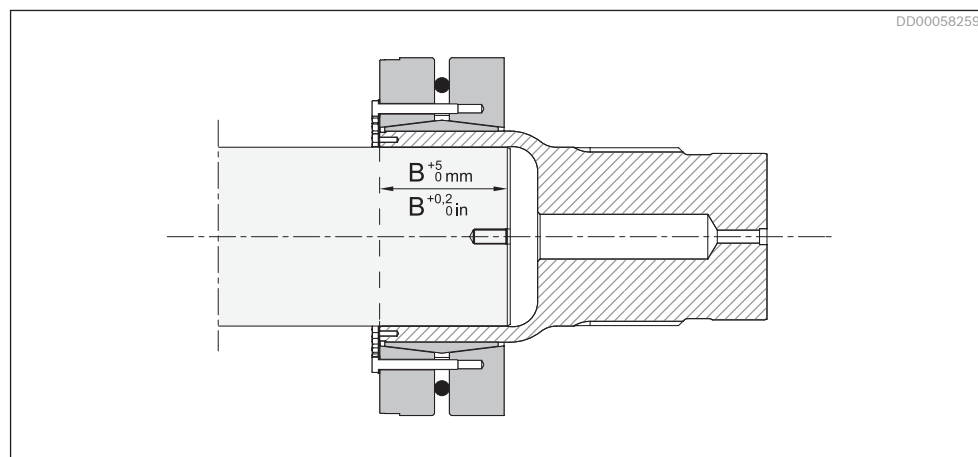
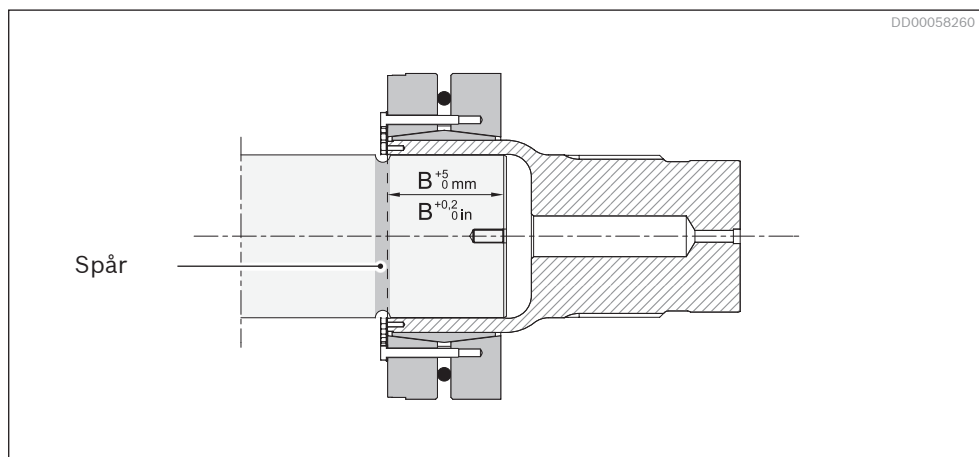

Fig. 36: Driven axel utan avlastningsspår som minskar spänningarna
Fig. 37: Driven axel med avlastningsspårspår som minskar spänningarna
4. Dra upp kopplingsadaptern på axeln genom att vrida muttern på monteringsverktyget till angivet djup (mått B, se *Fig. 36* och *Fig. 37* och *Tabell 14*).
Motorn kan monteras på den drivna axeln med eller utan monteringsverktyg. Monteringsverktyg rekommenderas dock, eftersom det gör arbetet enklare. Säkerställ att hela spännlängden utnyttjas, genom t.ex. mätning och märkning av den drivna axeln. Detta är speciellt viktigt om den drivna axeln har ett avlastningsspår. Se Fig. 36, Fig. 37 och Tabell 14.
5. Dra upp motorn på axeln genom att vrida monteringsverktygets mutter, tills längden som anges i Tabell 14 uppnås; se Fig. 36 och Fig. 37.
8. Sätt tillbaka pluggen G 1" (2).
9. Sätt tillbaka ändkåpan (1) och dra åt skruvarna med brickor. Åtdragningsmoment 80 Nm.